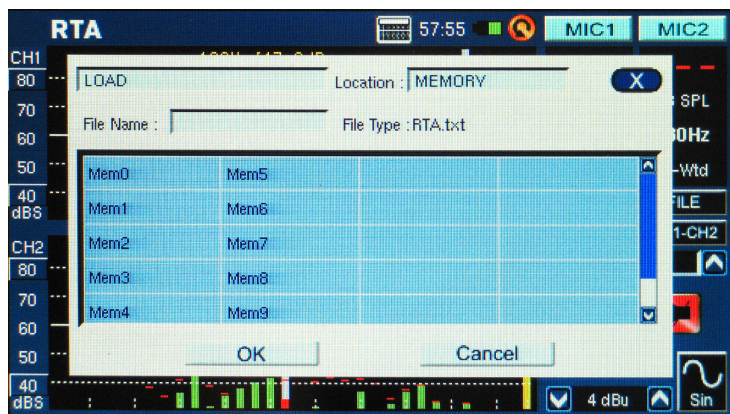

figura 61
2. Seleccione LOAD (cargar) del menú desplegable en el lado derecho superior de la página (figura 61).